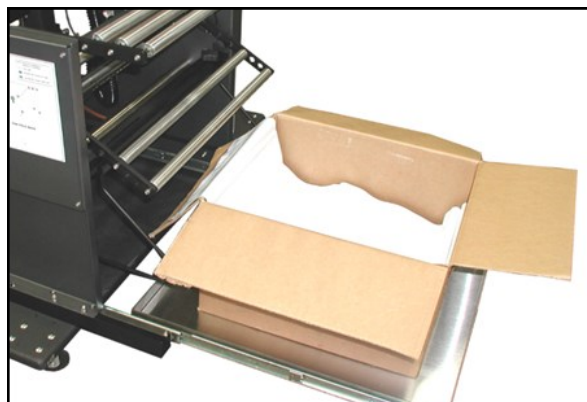

Figure 2-4C. Carton sur plateau
3. Faites glisser le plateau de carton vers l'extérieur à partir du dispositif de déroulement et placez le carton de sacs de manière centrée sur le plateau. Figure 2-4C.